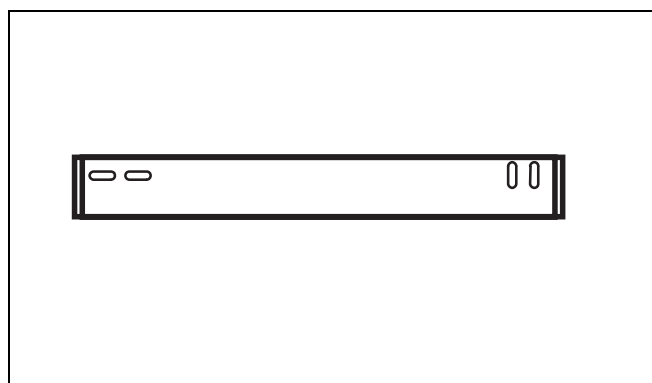

Рис. 3 Настенный держатель
- Смонтировать настенный держатель на стене (рис. 3).
- Повесить прибор в настенный держатель (рис. 3).